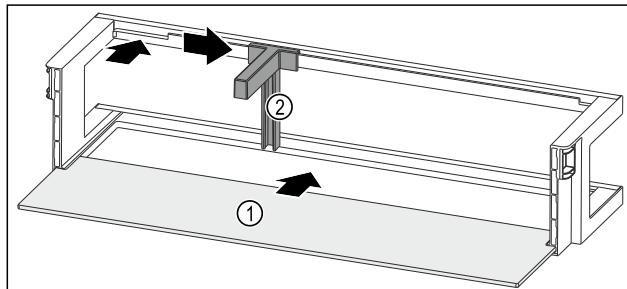

Fig. 176 Türabsteller mit Abstellfläche
- Abstellfläche Fig. 176 (1) in die seitlichen Aussparungen einschieben.
- Flaschenhalter Fig. 176 (2) in die Aussparung einsetzen.
- Flaschenhalter Fig. 176 (2) in gewünschte Position zur Seite schieben.